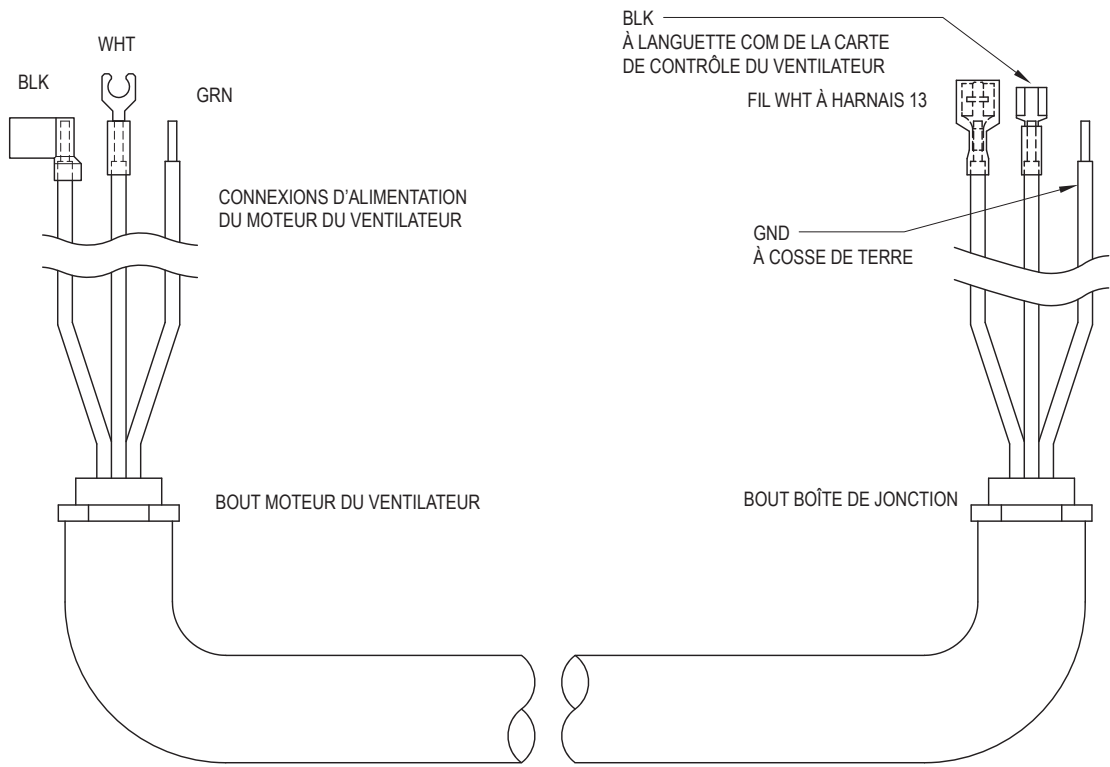

Figure 22. Harnais 11, modèles 2100 à 4001
17. Connectez les fils du HARNAIS 11 au module de commande du ventilateur, voir **Figure 22**.
19. Connectez les fils HARNAIS 11 au moteur du ventilateur, voir **Figure 22**.
23. Connectez les fils du HARNAIS 12 aux bornes S1 et S2 du moteur, voir **Figure 22**.